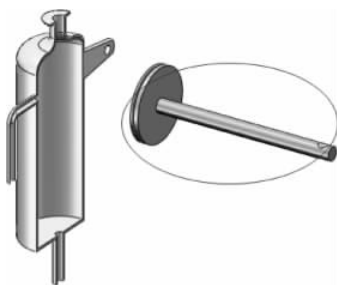

图 3-9 插入活塞零件
(1) 单击【装配体】工具栏中的【插入零部件】按钮 ,弹出【插入零部件】属性管理器。单击【浏览】按钮,在弹出的【打开】对话框中选择零件【活塞】,然后单击【打开】按钮,在图形区域的合适位置单击插入,如图 3-9 所示。